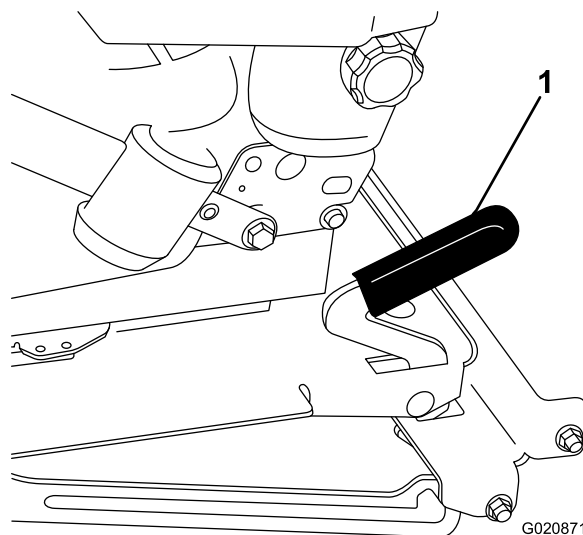

Figure 48
2. Tirez le levier de blocage en avant et soulevez-le pour débloquent le siège (Figure 48).